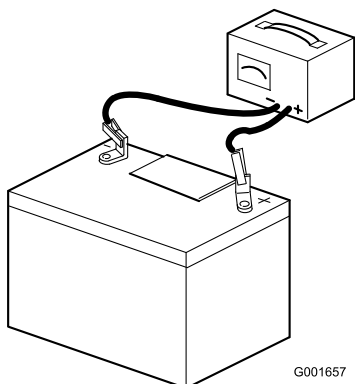

Bild 6
7. Schließen Sie ein Ladegerät mit 3 A oder 4 A an die Batteriepole an (Bild 6). Laden Sie die Batterie mit drei bis vier Ampere für vier bis acht Stunden auf.